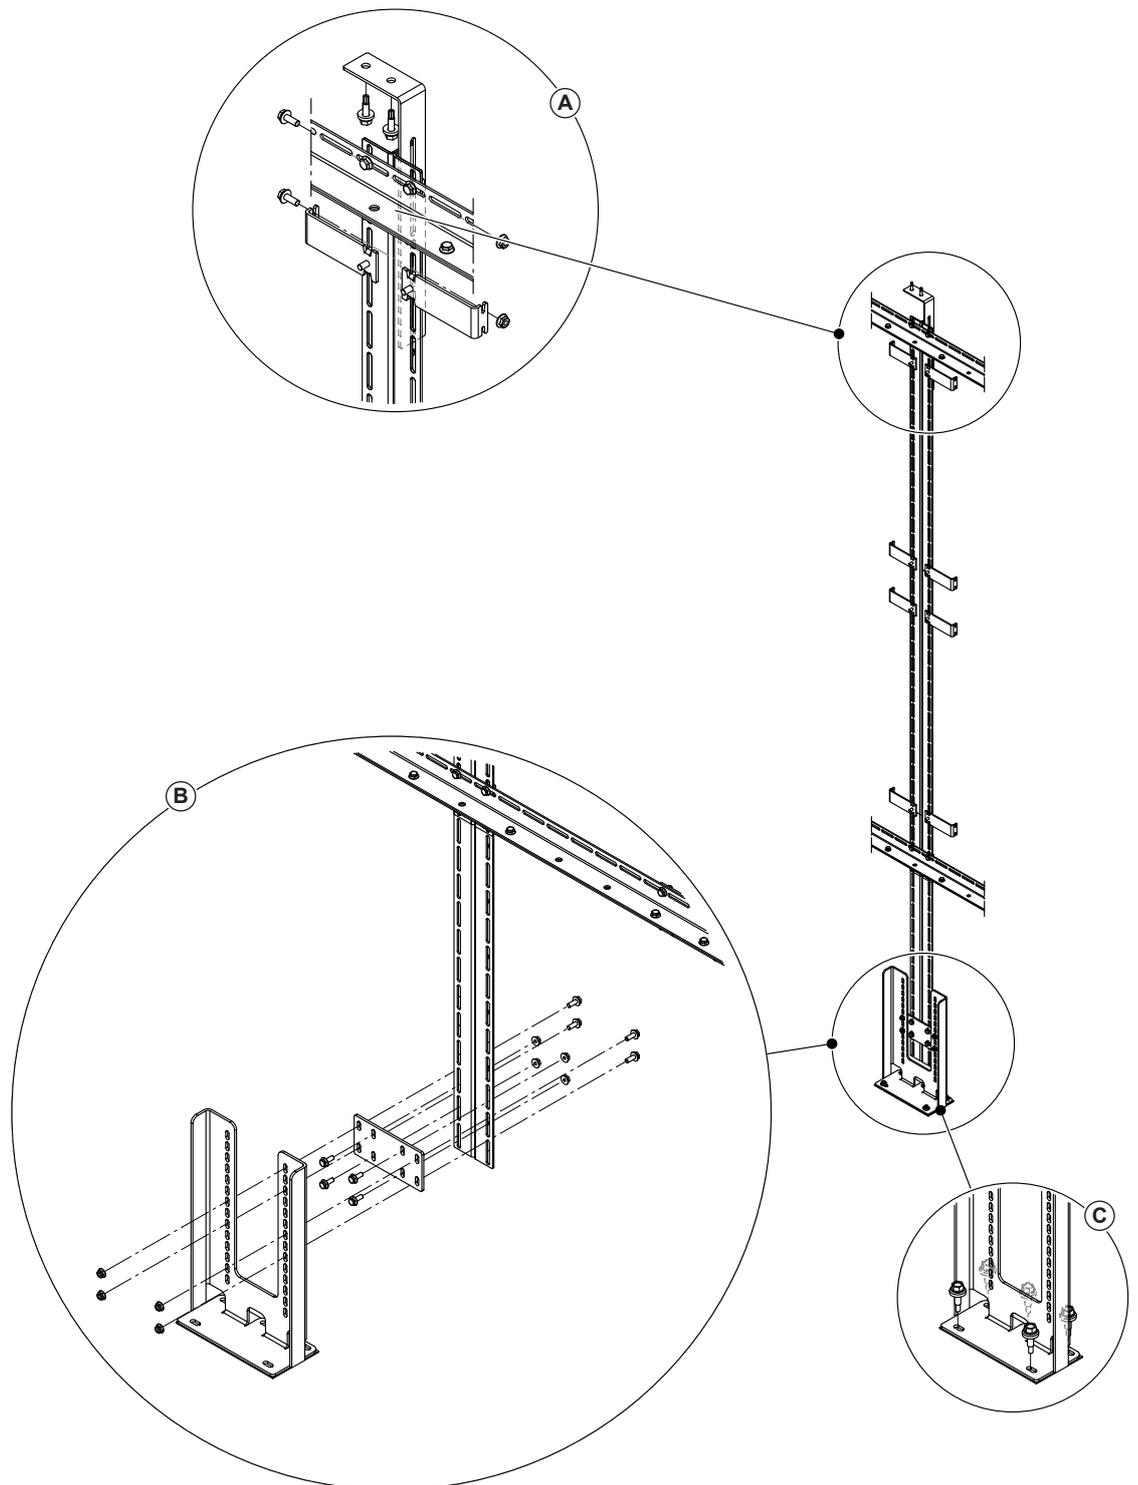

Abb. 29: Unteren Stützfuß und Winkelhalter an die mittlere Vertikalstütze montieren
- Falls nötig, die beiden Schraubverbindungen mit denen der Winkelhalter an der Vertikalstütze befestigt ist, lösen und Winkelhalter nach oben zur Kanaldecke schieben und die beiden Schraubverbindungen wieder anziehen (siehe Detail A in Abb. 29).
- Den Winkelhalter der Vertikalstütze mit zwei Bohrschrauben 6.3 x 25 mm an der Kanaldecke befestigen (siehe Detail A in Abb. 29).
- Befestigungsplatte des Stützfusses an der entsprechenden Stelle mit je vier Schrauben M6 x 16 mm und Muttern (mitgeliefert) unten an der Vertikalstütze befestigen. Schrauben nur leicht festziehen (siehe Detail B in Abb. 29).
- Stützfuss mit vier Schrauben M6 x 16 mm und Muttern (mitgeliefert) an der Befestigungsplatte fixieren. Schrauben nur leicht festziehen (siehe Detail B in Abb. 29).
- Stützfuss nach unten bis zum Anschlag auf den Kanalboden schieben und mit fünf Bohrschrauben 6.3 x 25 mm auf der Traverse/Wannentrennung festschrauben (siehe Detail C in Abb. 29).